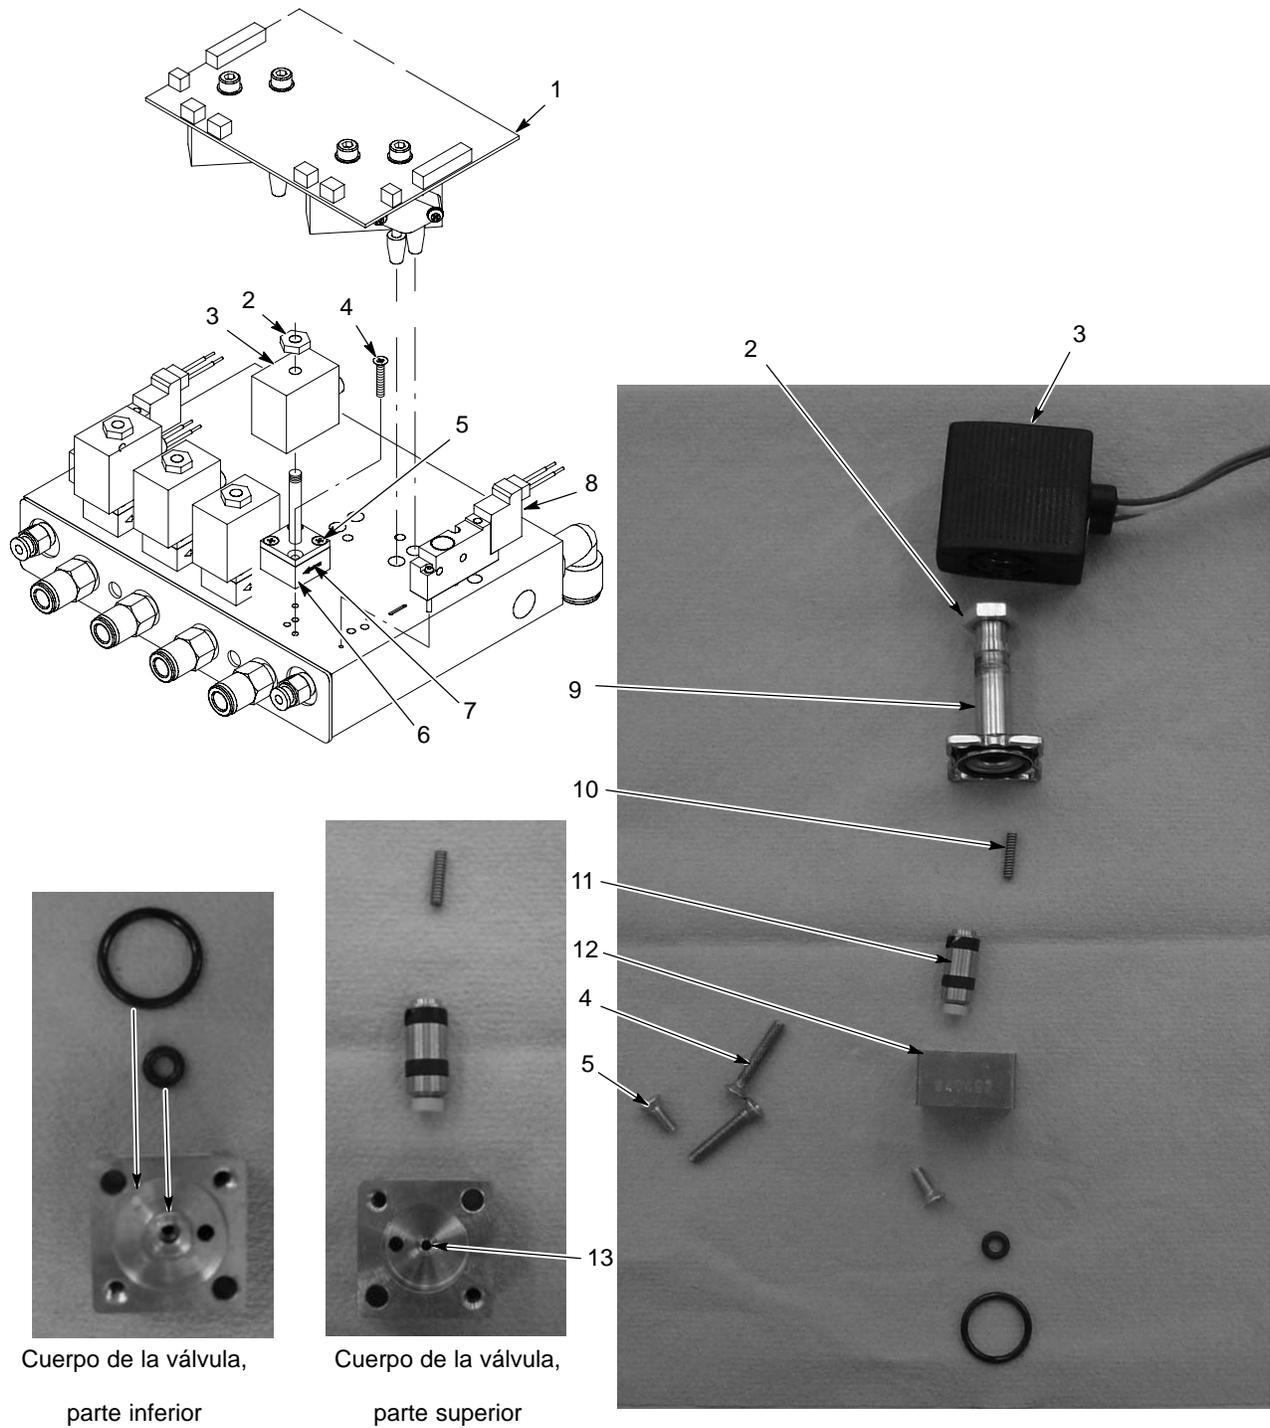

Figura 5-1 Extracción y sustitución de la válvula proporcional del módulo iFlow
Ver la figura 5-1. Un suministro de aire sucio puede provocar el mal funcionamiento de la válvula proporcional (6). Para desmontar y limpiar la válvula, se deben seguir estas instrucciones.
1. Desconectar el cableado de la bobina (3) de la placa de circuito (1).
Ver la figura 5-1. Para extraer las electroválvulas de aire de la pistola (8), retirar los dos tornillos ubicados en el cuerpo de la válvula y despegar la válvula del distribuidor.